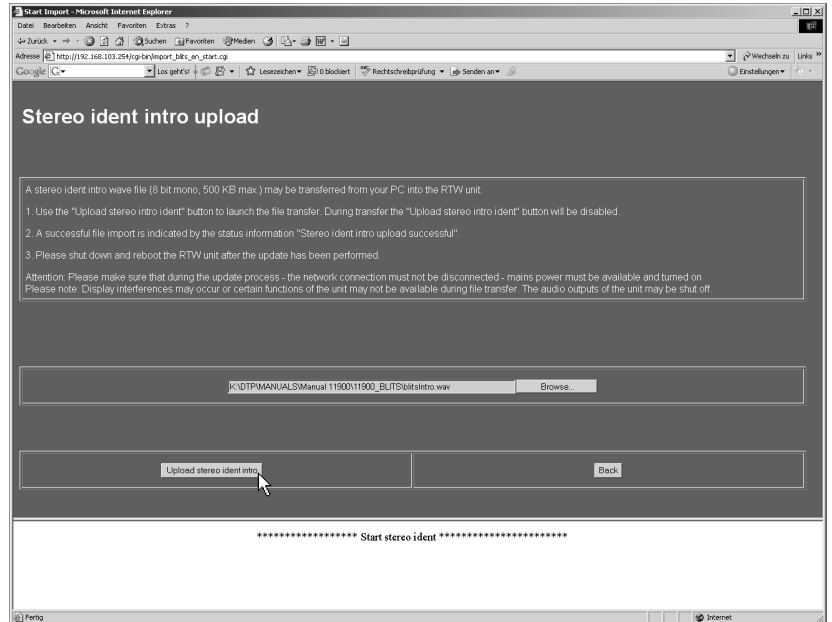

Bild 8-34: Starten des Uploads
5. Aktivieren Sie über die Schaltfläche „Upload stereo ident intro“ den Transfer der Intro-Datei in den SurroundMonitor (siehe Bild 8-34). Sollte die Schaltfläche „Upload stereo ident intro“ nicht sichtbar sein, verschieben Sie die Seite mit den grauen Balken am rechten Bildschirmrand. **Achten Sie darauf, dass während des Datentransfers keine Unterbrechung der Netzwerkverbindung oder der Stromversorgung auftritt!**